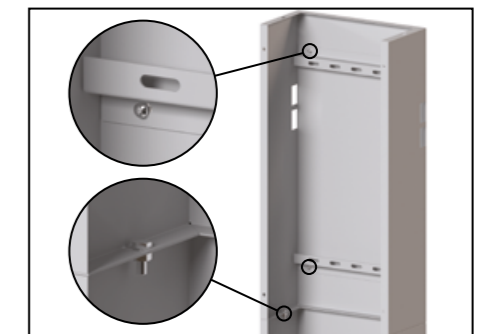

Рис. 38
2.5. Установить короб верхний КЭТ/КСС (4.2) на короб КЭТ силовой/транзитный (2.1). Закрепить короб верхний КЭТ/КСС (4.1) с помощью двух болтов М6×14, и гайки М6 с фланцем, далее прикрепить короб верхний КЭТ/КСС (4.1) к стене при помощи дюбелей, как показано на рис. 38.